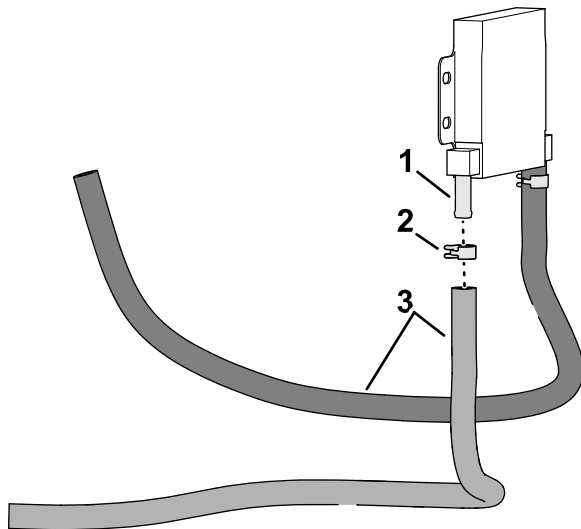

Figura 4
1. Monte las 2 mangueras de combustible de 9,5 x 559 mm en los acoplamiento del enfriador de combustible con 2 abrazaderas tipo muelle (Figura 4).